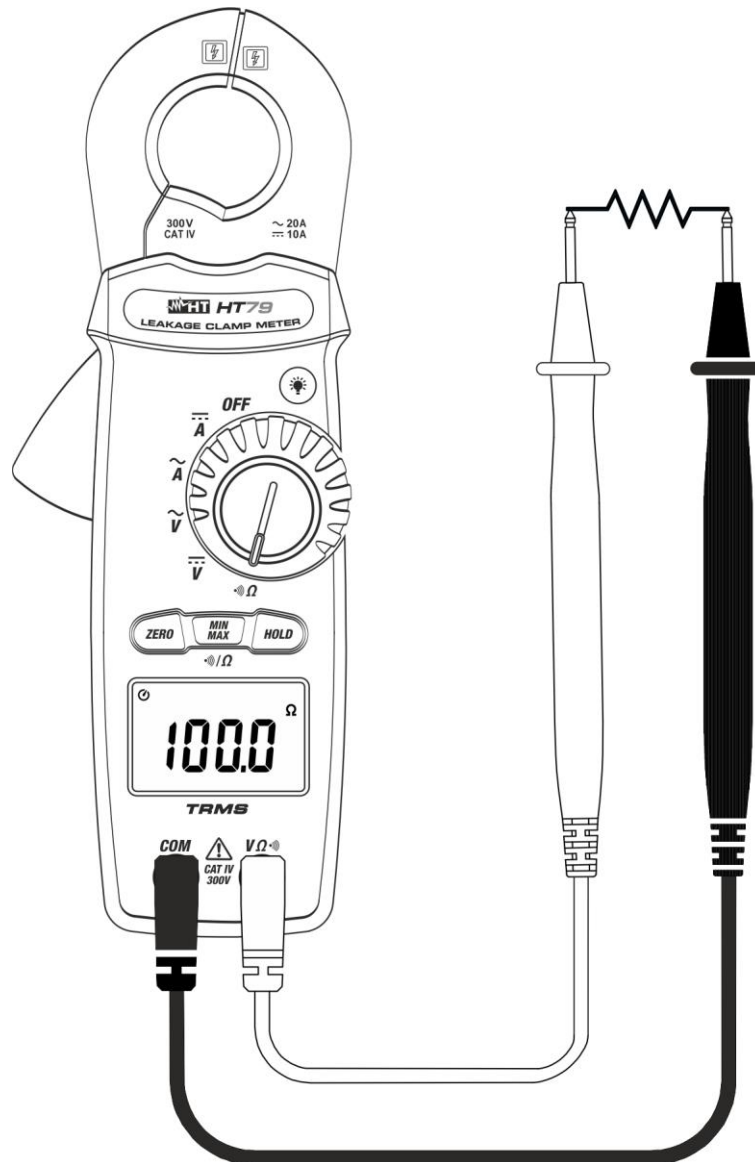

Abb. 6: Verwendung des Gerätes für Widerstandsmessung
3. Verbinden Sie die Messleitungen mit den gewünschten Messpunkten des zu messenden Kreises (siehe Abb. 6). Der Widerstandswert erscheint auf dem Display.